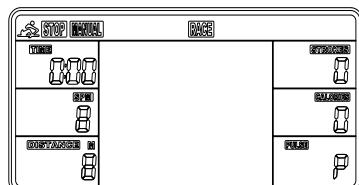

图 3
2. 首先，进入时间界面设置年、月、日。确认后，闹铃闪烁。按 UP 键设定是否关掉闹铃。若闹铃标志不显示，可以按 ENTER 键进入下一步。若闹铃标志显示，按 ENTER 键设定闹铃时间（同时间的设定一样）。设定完毕，进入 SPORT 模式（图 3）。
3. 进入 SPORT 模式时，MANUAL 和 RACE 闪烁（图 3）：